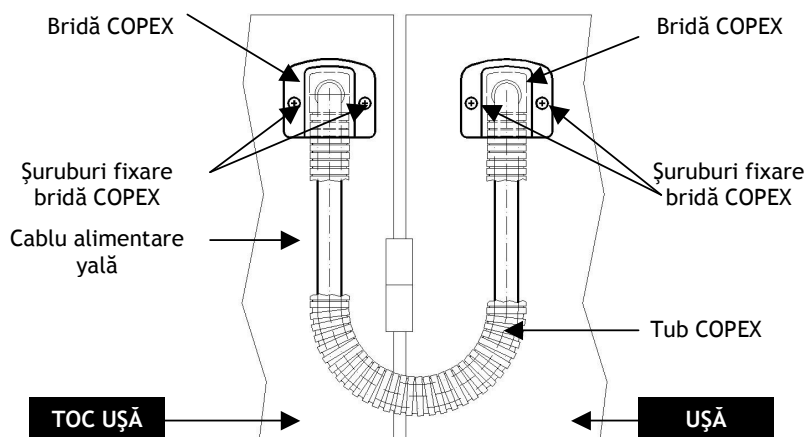

Fig. 2 Montajul unui set de legătură flexibilă COPEX
- Pentru trecerea cablului de alimentare de pe toc pe ușă, recomandăm utilizarea setului de legătură flexibilă COPEX- LEG.FLX.USA (vezi Fig. 2)